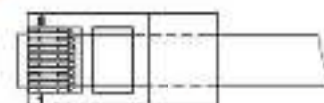

Рис. 2 Обжимка кабеля кат.5е
3. Подключить патч-корд от IP-камер к устройству защиты УЗП-С («Линия») кабелем UTP кат.5е (в комплект поставки не входят; обжимка кабелей производится по стандарту TIA/EIA 568B (рис.2)).
7. Подключить кабель питания к входу автомата питания S1, при этом фазный провод (L) соединить с контактом 1, нулевой провод (N) с контактом 3.